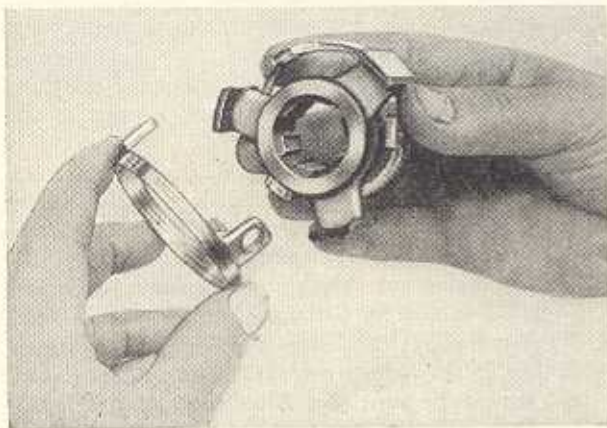

Bild G 56. Zusammensetzen des Synchronkörpers
1. Reibkegel für 3. und 4. Gang mit Dreiarmnabe zum Synchronkörper zusammenbauen (Bild G 56).